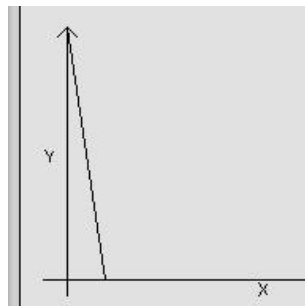

рис.91
- Пример описания импульсной силы представлен на рис.91, 92.